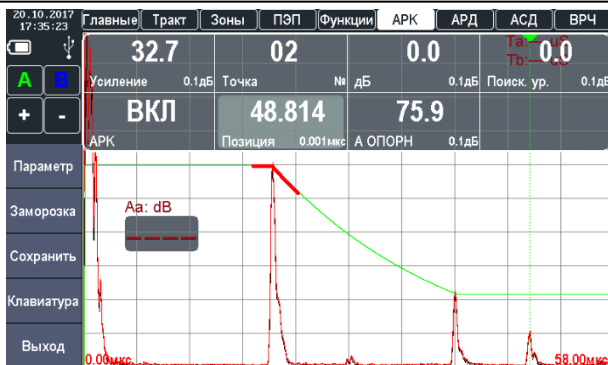

Рисунок 2.48 – Установка позиции третьей опорной точки АРК
14. Выбрать значение точки 02 для второго отраженного сигнала и установить ее позицию («ПОЗИЦ.») на развертке по вершине импульса от третьего отраженного сигнала (рис. 2.48).